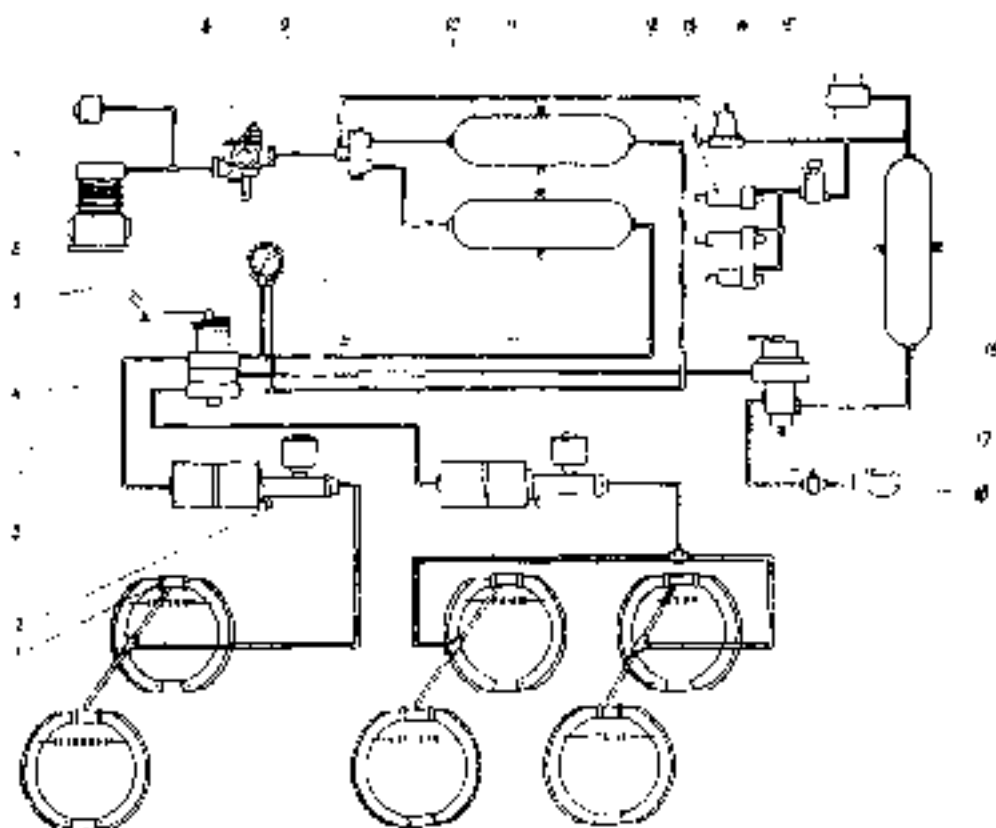

Bild 107. Schema des Druckluft- (Öldruck-) Systems der Bremsen
Im Bild 107 ist der Druckluft-Oldruckantrieb der Bremsen schematisch dargestellt.
2. Die Funktion des Einkreis-Schutzventils kontrollieren. Hierzu ein Kontrollmanometer an den Druckluftbehälter 16 (s. Bild 107) anschließen. Vorläufig alle drei Druckluftbehälter entleeren. Die Behälter mit Druckluft füllen und hierbei die Manometeranzeigen vergleichen.